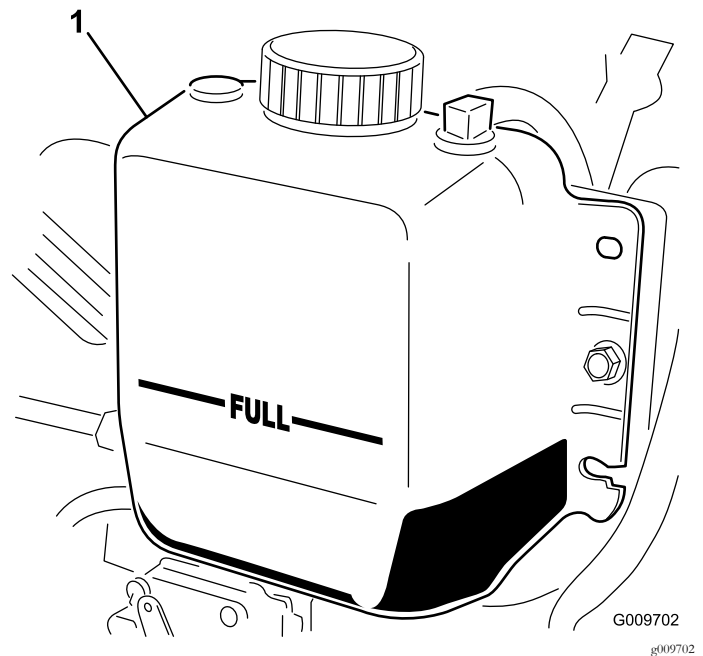

Figura 61
2. Compruebe el nivel de refrigerante del radiador. El radiador debe llenarse hasta la parte superior del cuello de llenado, y el depósito de expansión debe llenarse hasta la marca LLENO (Figura 61).